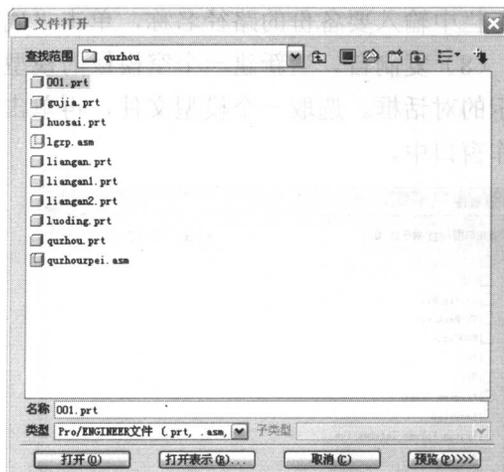

图 1-11 “文件打开”对话框
(2) 打开。单击“文件”菜单中的“打开”命令, 出现如图 1-11 所示的对话框, 使用该对话框可以打开系统接受的图形文件。